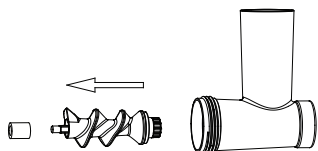

Рисунок 3
4. Вставьте спираль-резак (7) в корпус мясорубки (8) (см. рис. 3).